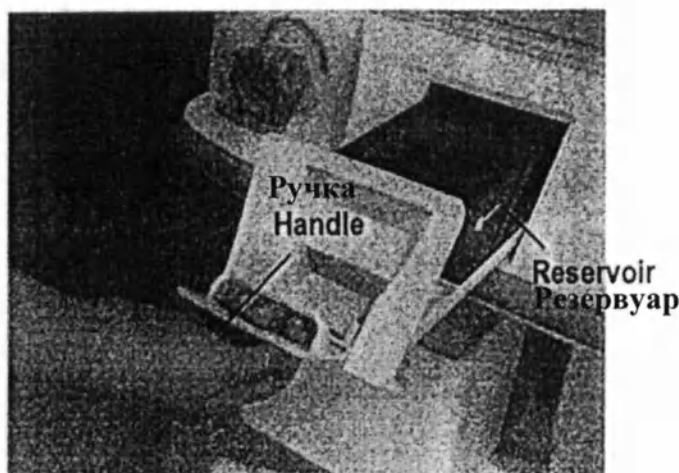

Рисунок 5-5, Удаление резервуара нагревателя.
7. Удалить поднос резервуара нагревателя спереди инкубатора - потянув вниз за ручку, вытащить его из корпуса (См. Рисунок 5-5). Вынуть резервуар из подноса.